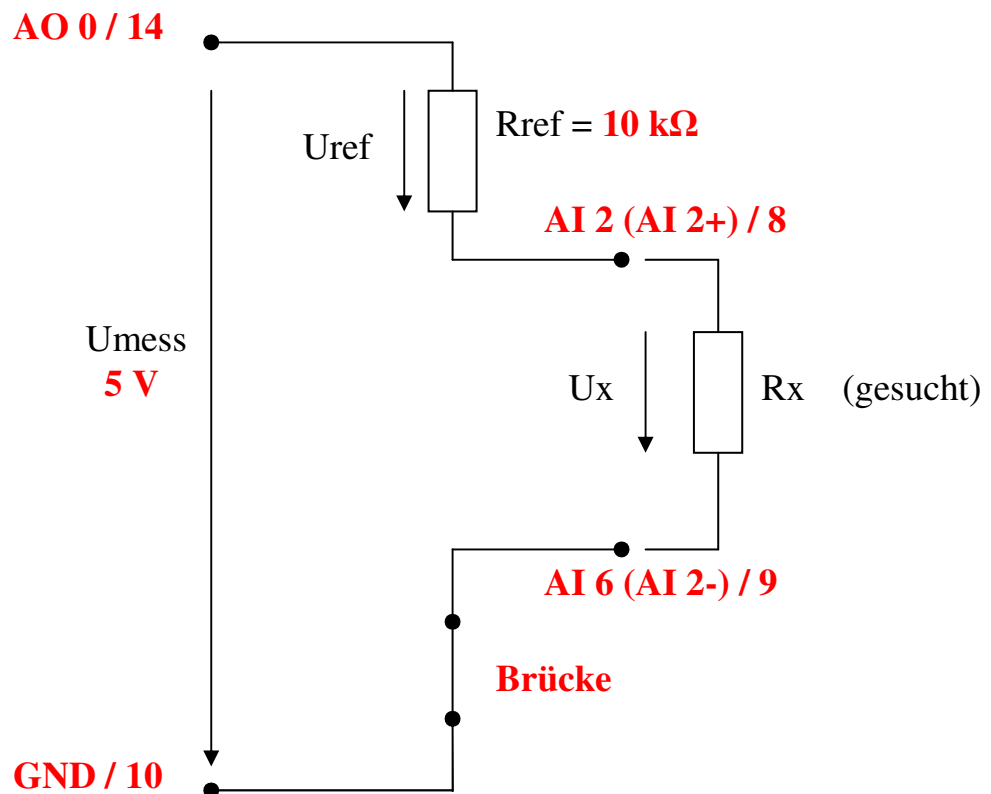
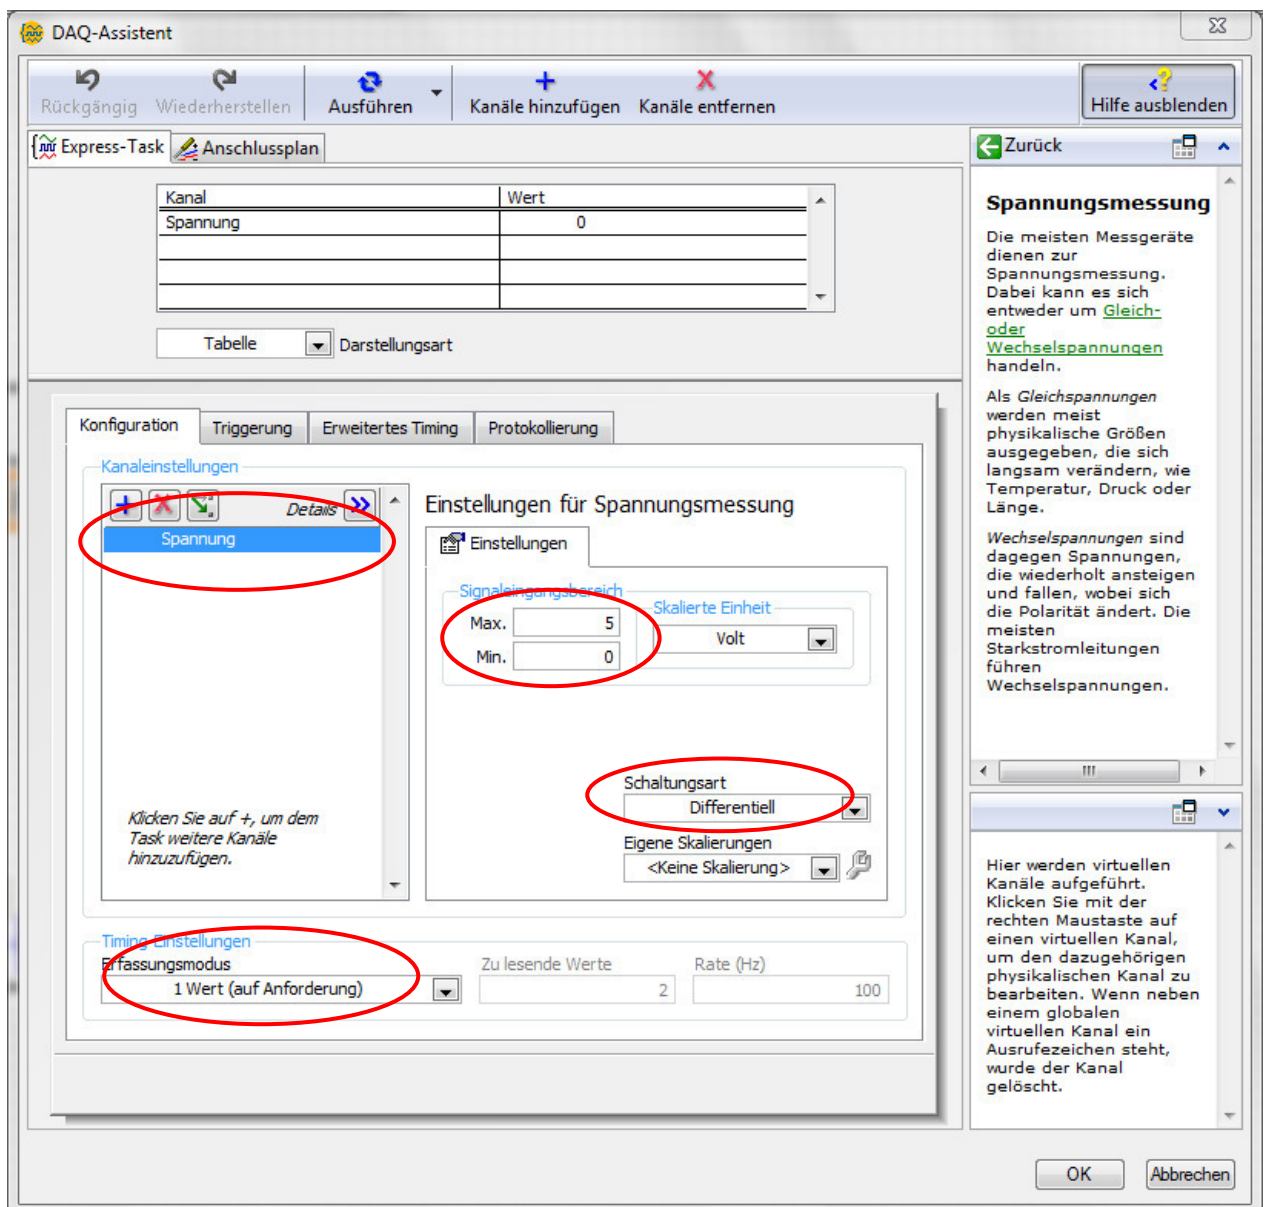

Abb.4.2: Die Verdrahtung des USB-6008ers
Abb.4.6: Die Messung der unbekanntnen Eingangsspannung U_x
Und genau dieses Szenario wird hier mit dem USB-6008er-Modul nachgebildet, **Abb.4.2**:
Das Express-VI ❷ wird nun so eingestellt, dass es die unbekannte Differenzspannung U_x zwischen den analogen Eingangskanälen AI 2 und AI 6 misst (s. Abb.4.2), **Abb.4.6:**
Die äußere Beschaltung ist identisch mit der Schaltung zur Widerstandsmessung aus der Abb.4.2 mit dem einzigen Unterschied, dass R_{ref} hier einen Wert von $1\text{ k}\Omega$ hat und wir mit einer festen (unverstellbaren) Meßspannung U_{mess} von $+5\text{ V}$ arbeiten.